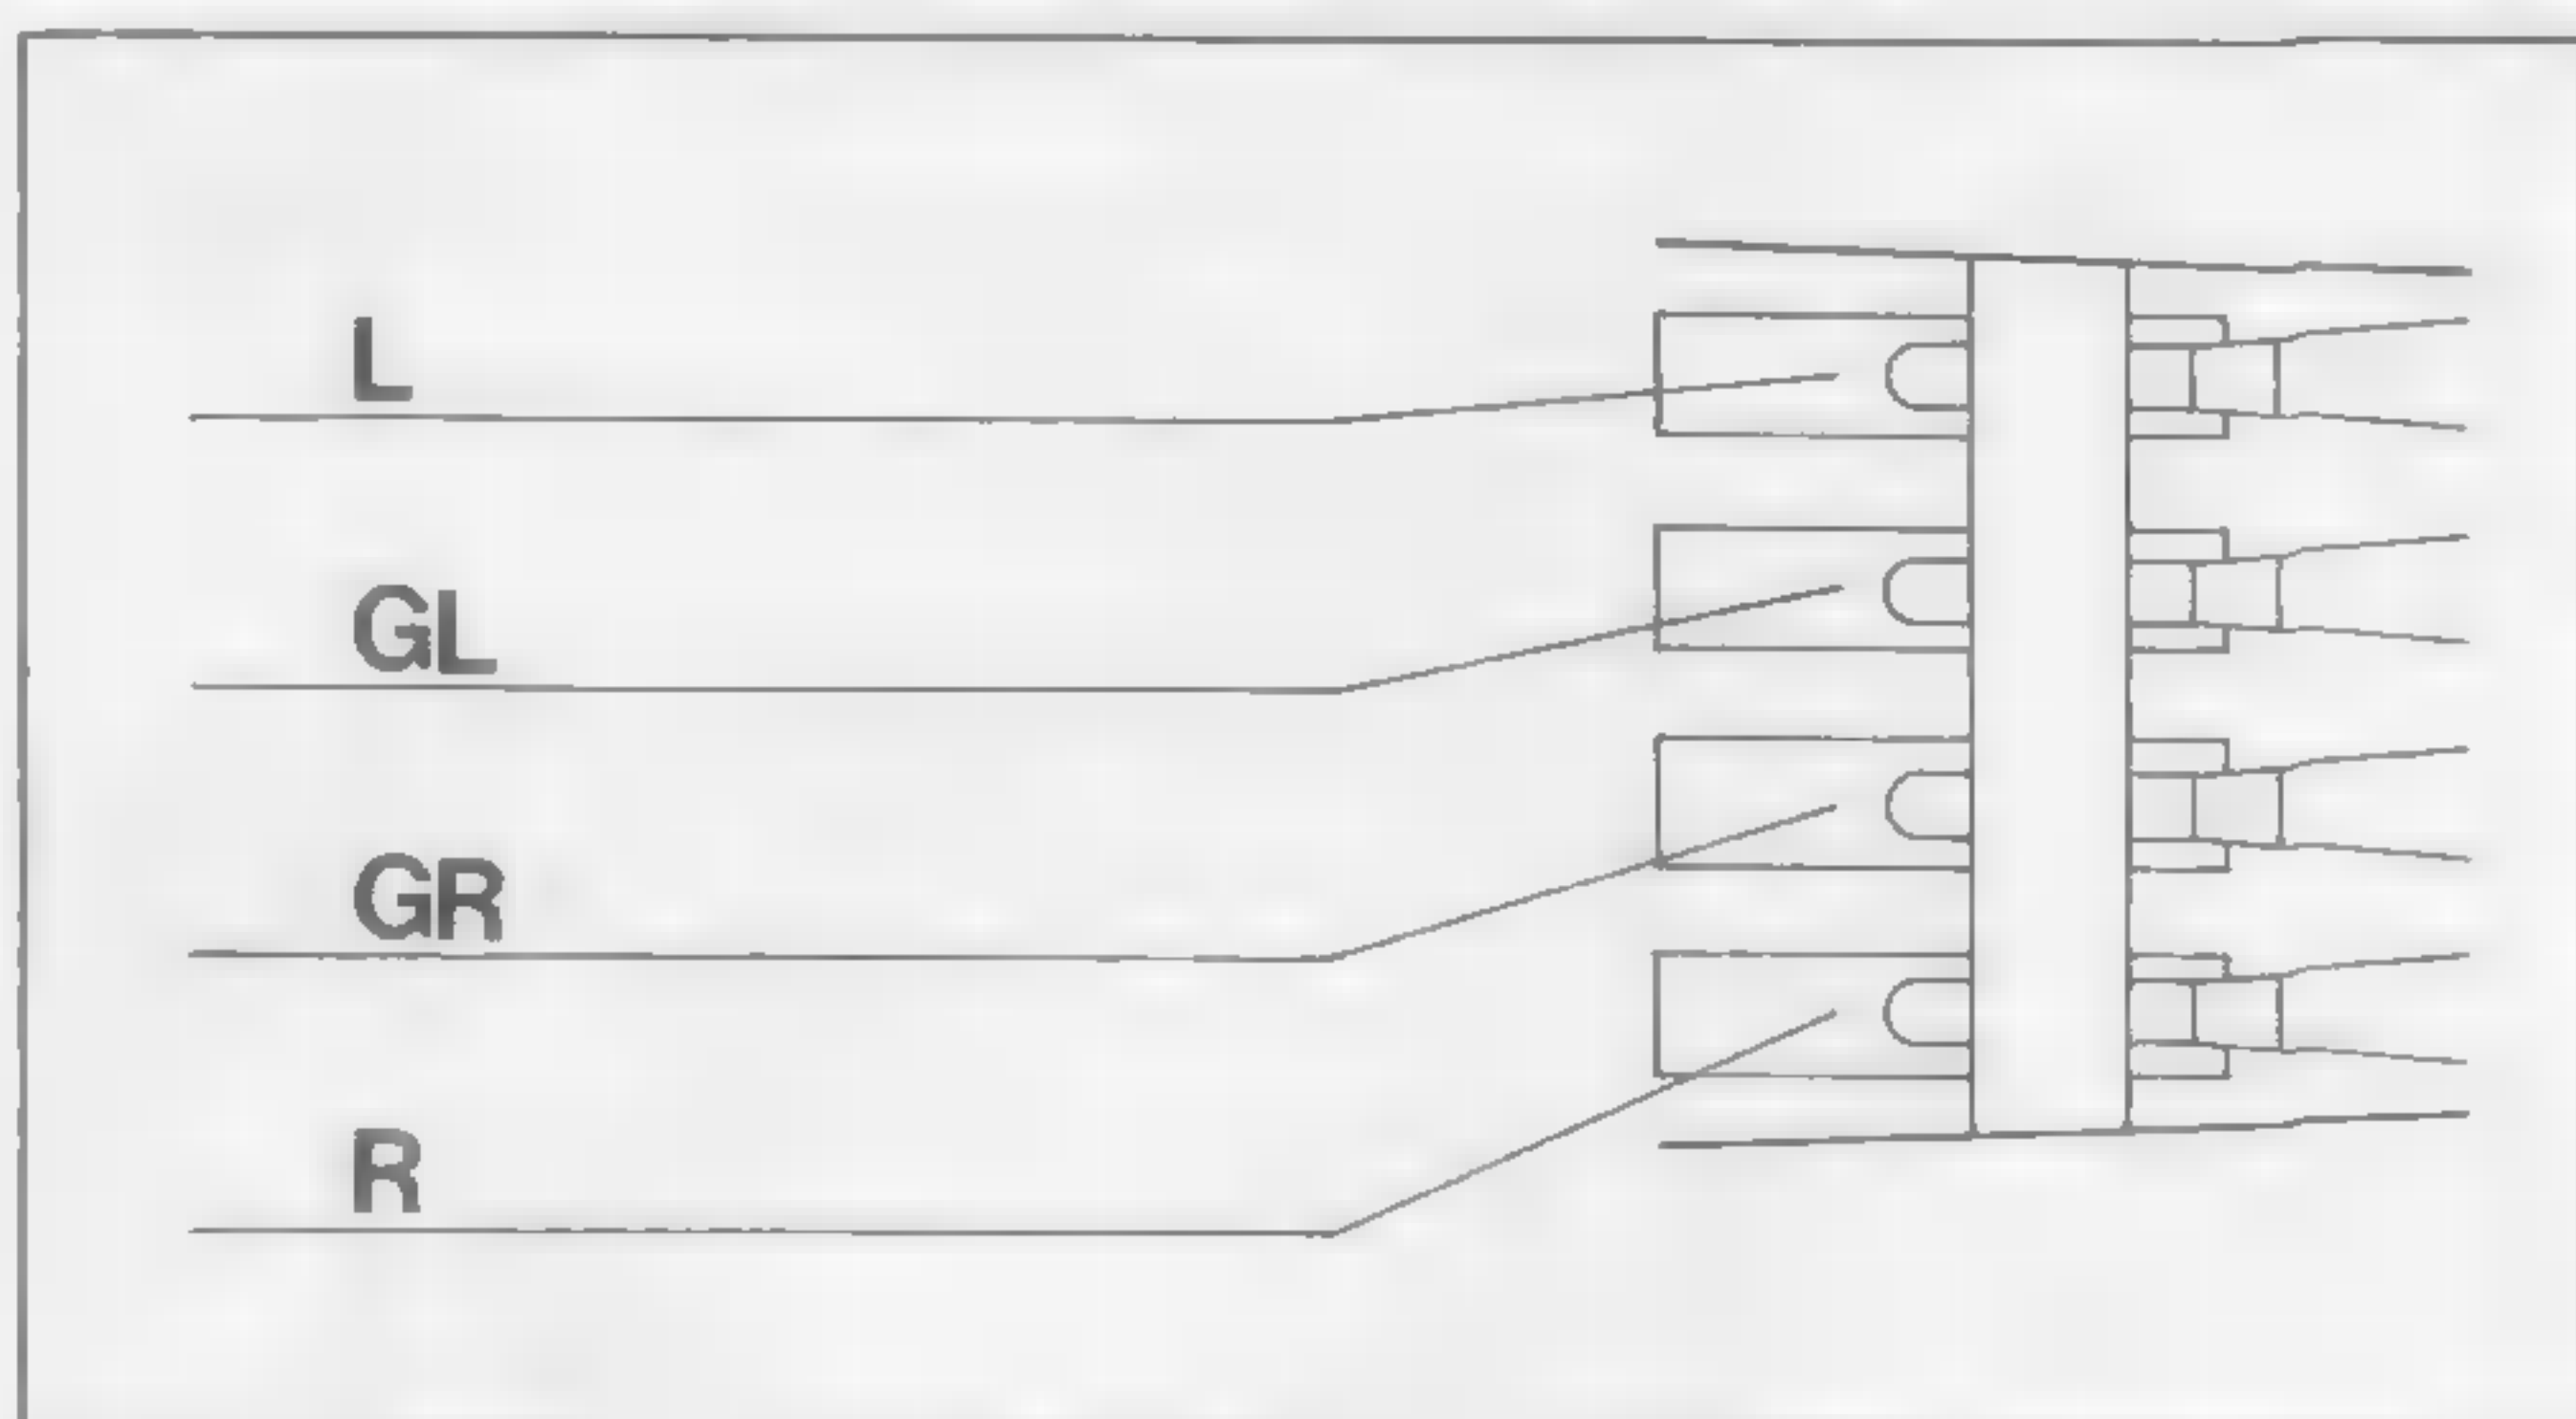

Fig. 16
3. Die Anschlüsse am Systemträger und Tonabnehmersystem sind gekennzeichnet (Fig. 16). Verbinden Sie die Anschlußblitzen des Systemträgers mit den entsprechenden und gleich gekennzeichneten Anschlußstiften des Tonabnehmersystems.
3. The connection inputs on the cartridge holder and on the cartridge are color coded (Fig. 16). Connect the leads of the cartridge holder to the correspondingly coded connection pins of the cartridge.
3. Les connexions sur le porte-cellule et la cellule sont repérées (fig. 16). Reliez les cordons du porte-cellule aux broches de la cellule portant le même repère.
3. De aansluitingen aan de systeemhouder monteren volgens de kleurcode van fig. 16.
3. Las conexiones en el portasisistema y en el sistema fonocaptor están marcadas (Fig. 16). Una los cordones de conexión del portasisistema con las espigas correspondientes y de igual marca en el sistema fonocaptor.
3. Anslutningen till systemunderlag och pick-up är utmärkt (fig. 16). Förbind systemunderlagets anslutningstråd med det motsvarande och lika utmärkta pick-up-anslutningsstiftet.